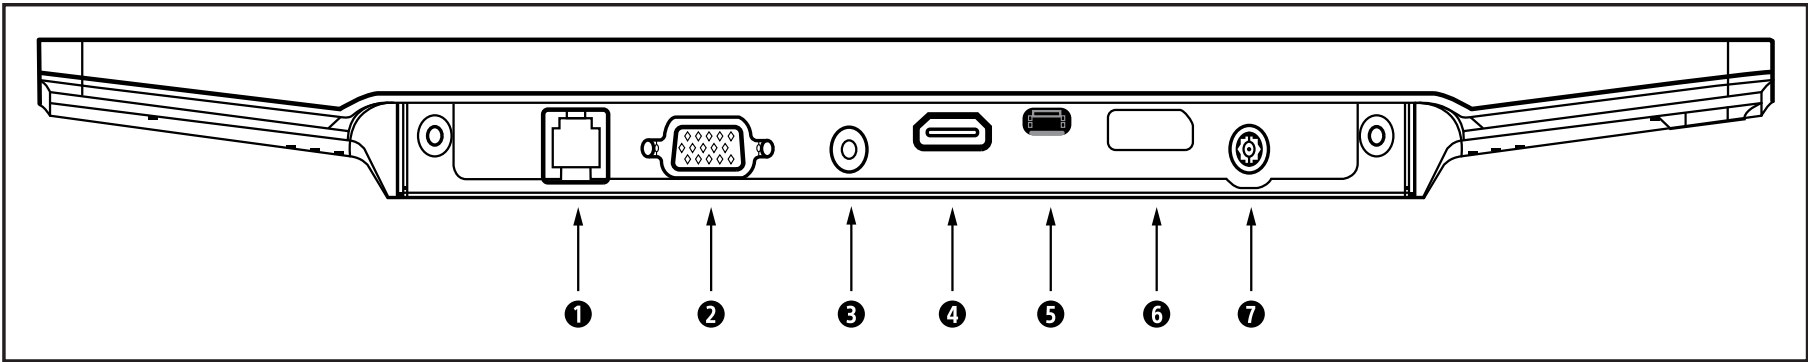

Рис. 96. Роз’єми інтерфейсу дисплея приліжкової панелі керування
1. Підключіть пульт дистанційного керування OSD до входу RJ-11 (див. рис. 96).